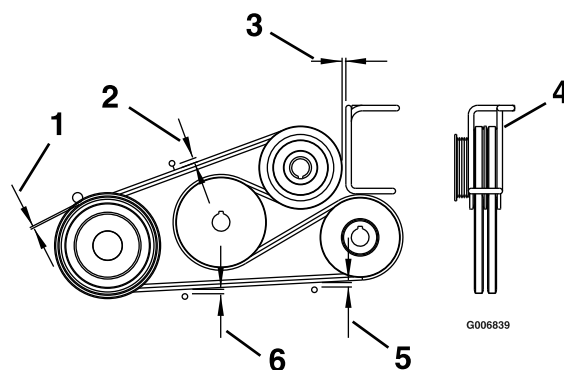

Figura 60
- Regolate i guidacinghia come illustrato nella Figura 60.